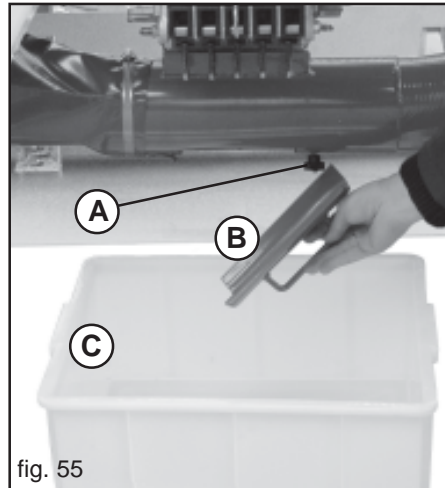
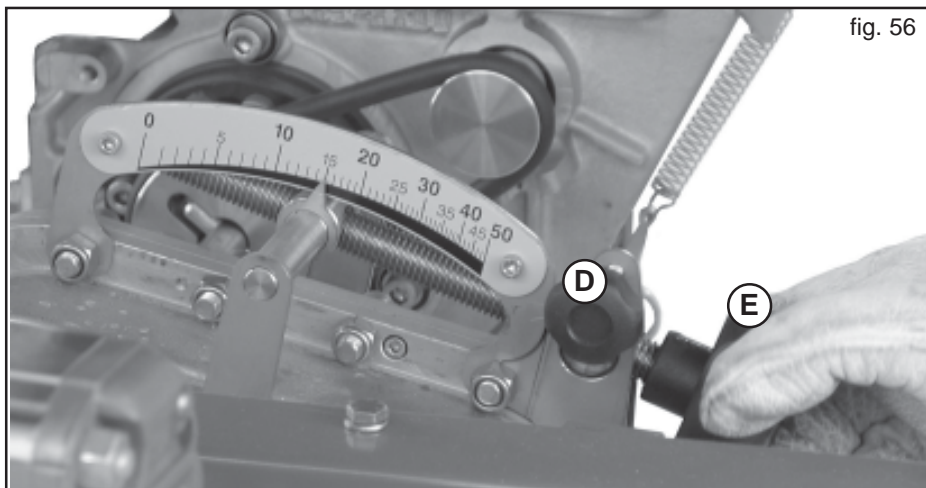

fig. 55
fig. 56
- 2) Den Backenknochen lösen (A, Abb. 55) und die Luke (B) entfernen.
- 3) Abdrehwanne unter den Auslauf stellen (C).
- 4) Loesen Sie die Feststellschraube an der Getriebeverstellung und (D, Abb.56) bringen Sie durch Drehen an der Getriebeverstellung den Skalenzeiger in die gewuenschte Position (E, Abb. 56).
- 8) Nach erfolgter Abdrehprobe die Verstellspindel mit der Feststellschraube wieder sichern (D, Abb. 56).